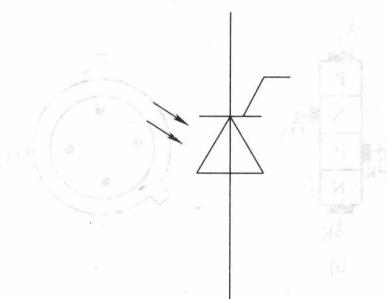
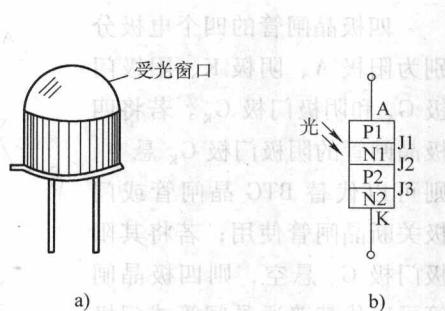

图 2-7 光控晶闸管电路图形符号
图 2-8 光控晶闸管外形及内部结构
(2) 光控晶闸管：光控晶闸管曾称光控可控硅，简称 LAT，也称 GK 型光开关管，它是一种光敏器件。在电路中常用图 2-7 所示的图形符号来表示。光控晶闸管的外形和内部结构如图 2-8 所示，它由 PNPN 四层半导体材料构成，可等效为由一只晶闸管和一只电容、一只光敏二极管组成的电路。由于光控晶闸管的控制信号来自光的照射，故其只有阳极 A 和阴极 K 两个引出电极，门极为受光窗口(小功率晶闸管)或光导纤维、光缆(大功率晶闸管)等。